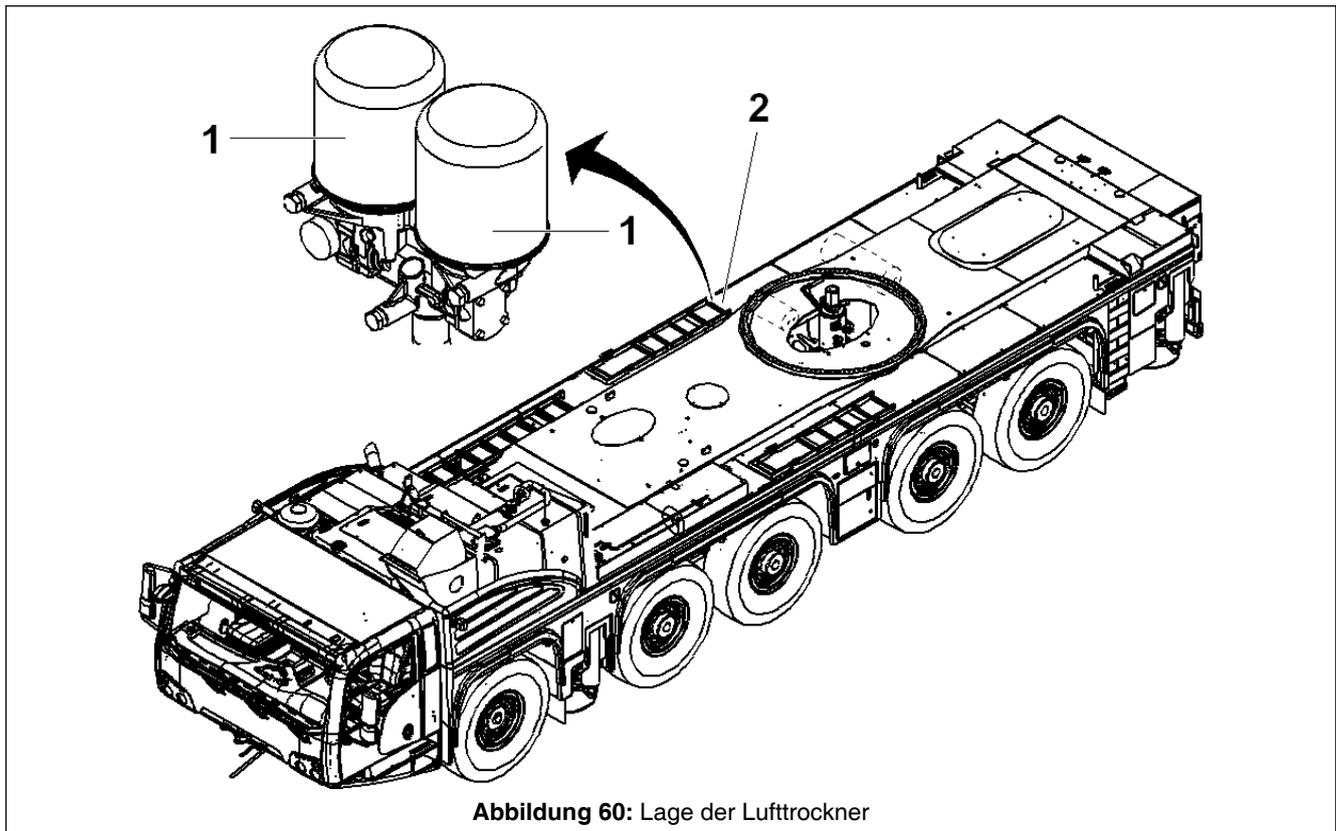

Abbildung 60: Lage der Lufttrockner
1. Abdeckblech (2) entfernen (siehe  Abb. 60, Seite 148).